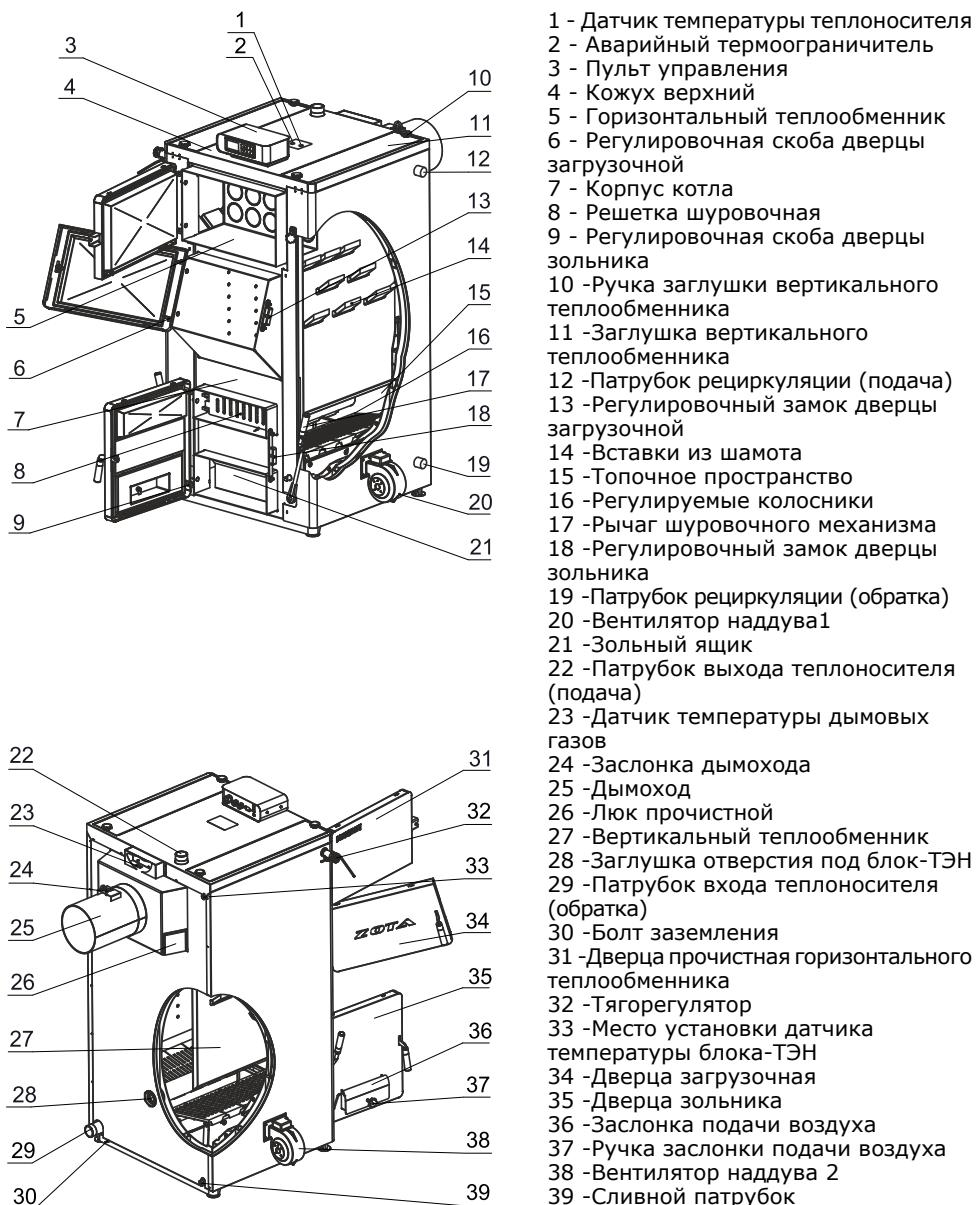

Рис.1 Конструкция отопительного котла
4.5.10. Эксплуатация котла без зольного ящика (поз.21, Рис.1).
5.2 . Котел (Рис.1) состоит из корпуса (поз.7), топочного пространства (поз.15), системы газоходов (поз.5, 27). Корпус котла выполнен из листовой стали сварной конструкции с водяной рубашкой и системой газоходов, переходящих в дымоход (поз.25) с заслонкой (поз.24). На корпус котла установлены дверцы: загрузочная (поз.34), прочистная (поз.31) и зольника (поз.35). Все дверцы имеют запирающие устройства, исключающие самопроизвольное их открывание. К передней стенке корпуса котла на оси присоединяется шуровочная решетка (поз.8).
5.5. На задней части котла имеется патрубок входа теплоносителя (поз.29) патрубок слива теплоносителя из котла (поз.39) G1/2". Для монтажа системы рециркуляции на боковой стенке котла предусмотрены патрубки G1" (поз.12; 19) Рис.1. На коллекторе дымохода имеются люки прочистные (поз.26) для чистки коллектора.
- Открыть загрузочную дверцу (поз.34, Рис.1), вынуть дымовой патрубок, коробку, совок, кочергу, ерш для чистки теплообменника и паспорт из топки котла;
- Снять заглушку теплообменника (поз.11, Рис.1), предварительно открутив ручки (поз.10, Рис.1), и уложить внутрь на уголки шамотные вставки как показано на Рисунке 6;